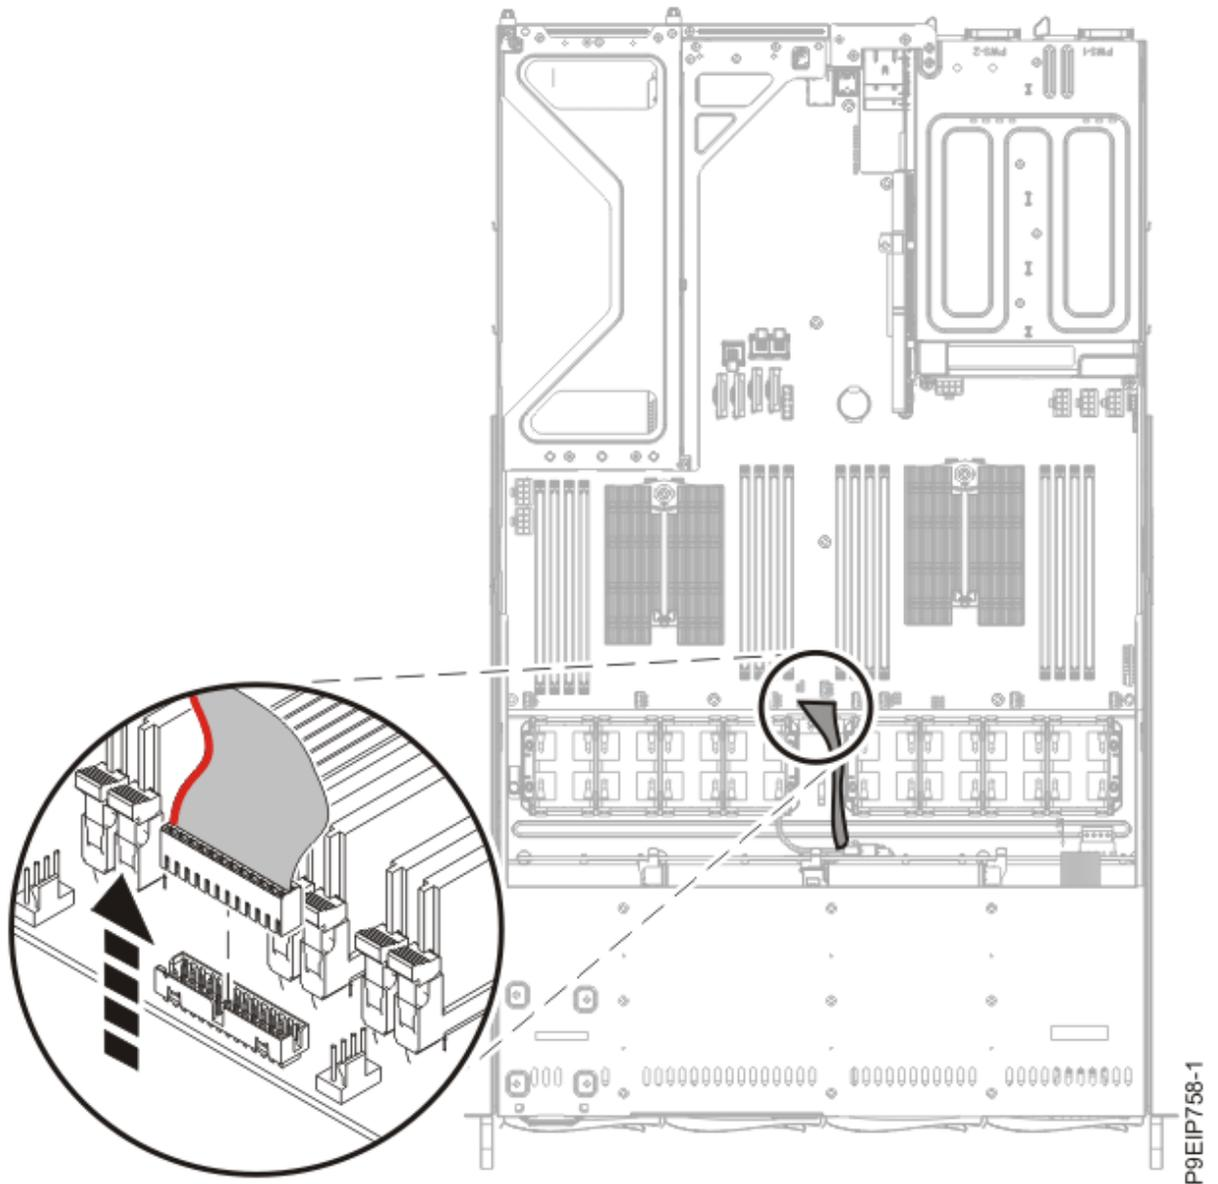

図 33: オペレーター・パネル・ケーブルの取り外し
11. システム・バックプレーンからオペレーター・パネル・ケーブルを取り外します (37 ページの図 33 を参照)。